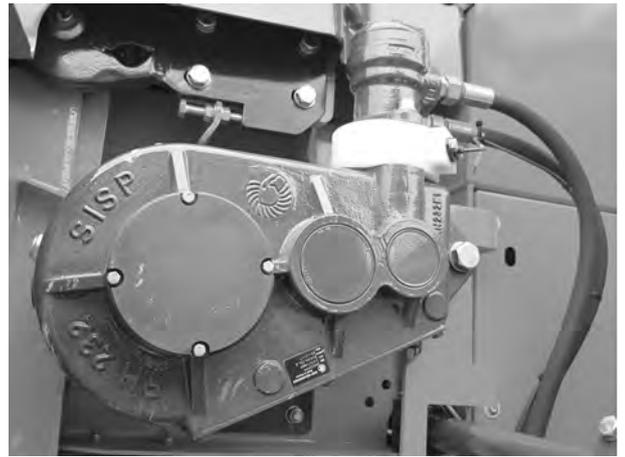

Fig. 103: Vérifier le moteur du convoyeur à bande
- le moteur hydraulique du convoyeur à bande, *Fig. 103 Vérifier le moteur du convoyeur à bande*